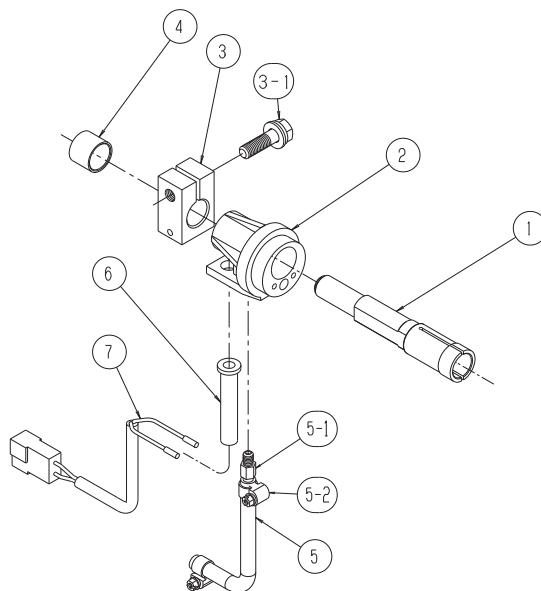

図6. セントラルアダプタ分解図
⑨ パーツリスト(つづき)
9. 6 セントラルアダプタ関係(図6)